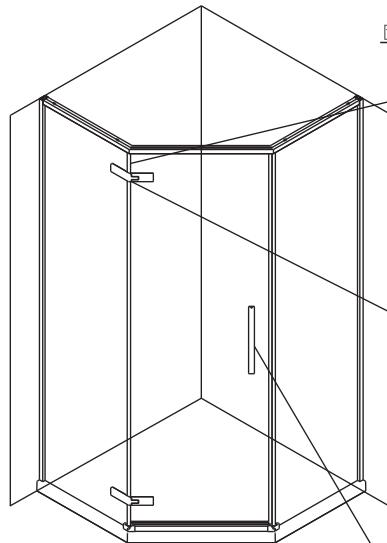

图5
7.按图所示，在活动玻璃上安装好拉手，并用六角扳手锁紧。(如图5, 5-3所示)。